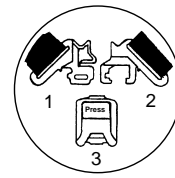

Fig 5a
- En casos de emergencia, deberá retirarse al niño del asiento pulsando el botón rojo de la hebilla del arnés (Fig. 5A).